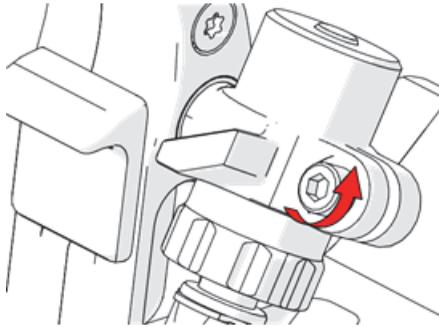

图1-40 解锁驱动轮张紧气缸
1. 使用4毫米六角螺丝刀解锁固定装置，以更改驱动轮张紧气缸上的预设值（参见第54页的图1-40）。
4. 使用4毫米六角螺丝刀锁定驱动轮张紧气缸上的固定装置（参见第54页的图1-40）。